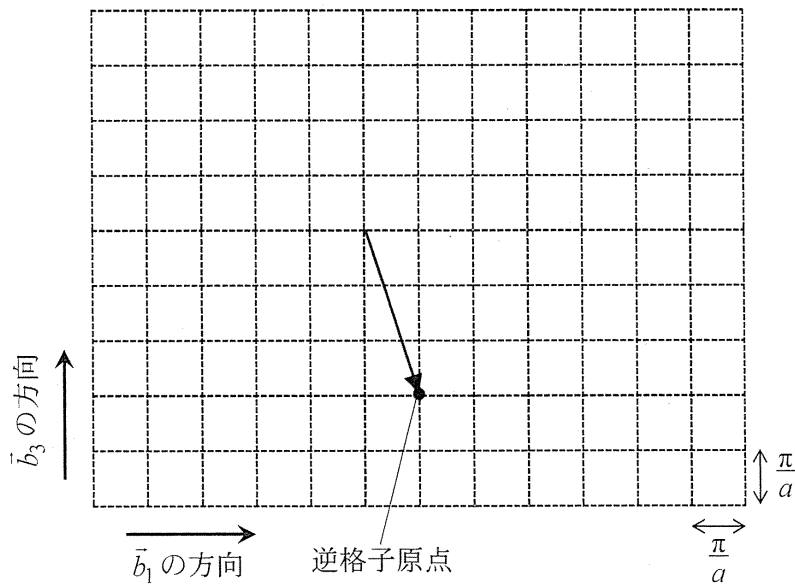

図2
- (2) 図2の方眼上の矢印で示される波数ベクトルをもつX線を単結晶に入射したとき、102回折を観測した。このとき同時に回折を起こす条件を満たしている全ての逆格子点を、解答用紙の方眼上に・で示せ。ただし、解答は図2に示す逆格子空間における $h0l$ 面内のみを考えればよい。なお、逆格子原点、 $\bar{b}_1$ および $\bar{b}_3$ の方向は解答用紙に記載してある。また、方眼1マスの大きさは $\pi/a$ である。